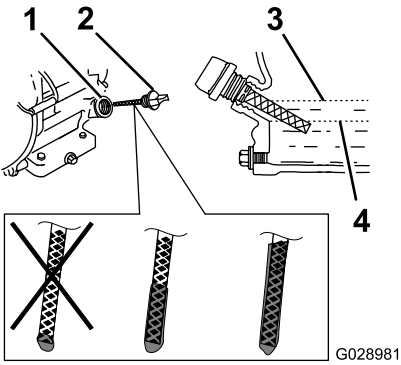

Figura 43
6. Retire la varilla (Figura 43) y vierta aceite lentamente en el orificio de llenado hasta que el nivel de aceite llegue a la marca de límite superior (borde inferior del orificio de llenado de aceite) de la varilla.